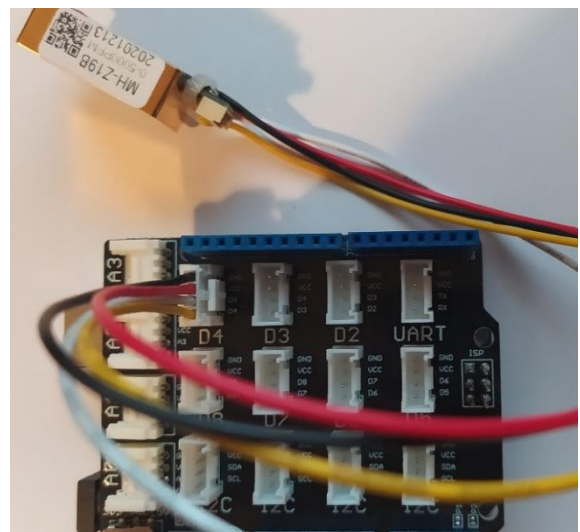

Abbildung 6 SHIELD mit MH-Z19b CO₂-Sensor an Port D4
- 2) Steck den MH-Z19B CO₂-Sensor mit dem passenden Kabel in den Port D4 des Grove Base Shields (Abb. 6).